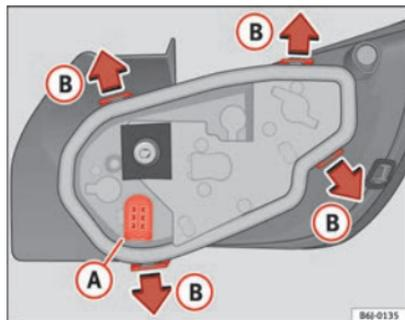

Abb. 153 Glühlampenersatz Rückleuchten
- Nehmen Sie den Lampenträger aus dem Gehäuse heraus. Drücken Sie dazu die Laschen (B) in Richtung der Pfeile ⇒ Abb. 153.